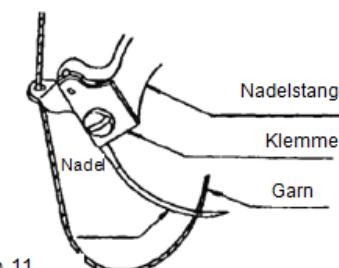

Abb. 11
Wenn Sie einen Garnspanner benutzen, führen Sie das Garn zuerst durch das hintere Ohr des Garnführers (1). Anschließend führen Sie das Garn zwischen den zwei Scheiben des Garnspanners (2), wie in der Abb. 9 dargestellt. Führen Sie das Garn nach hinten durch das Ohr des Garnführers. Führen Sie das Garn nach vorne der Maschine, führen Sie es von oben in den Garnführer (3) und zum Auge des Halters (4). Vergewissern Sie sich, dass sich die Nadel in der äußersten Position links befindet. Fädeln Sie das Garn von unten durch das Nadelöhr, wie in der Abb. 11 dargestellt.